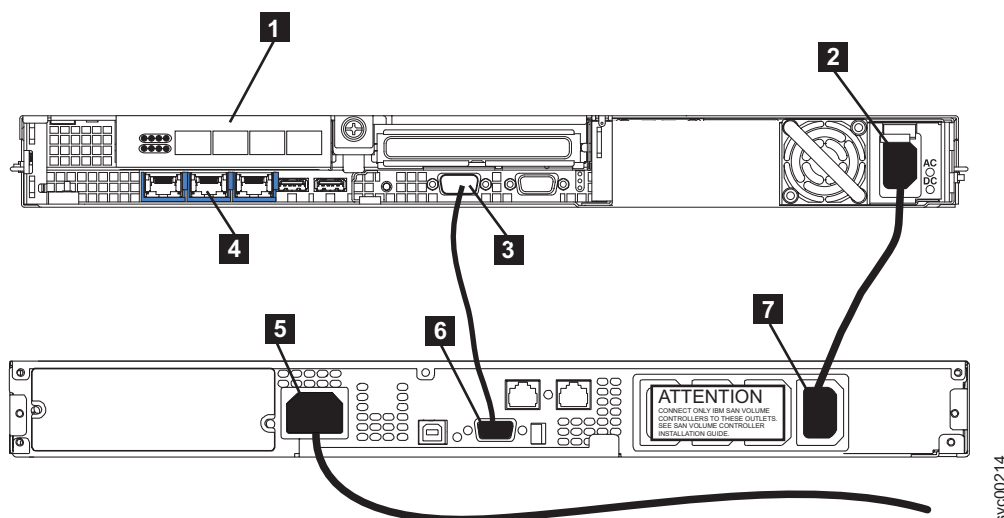

図 31. SAN ボリューム・コントローラー 2145-8G4 の電源ケーブルを 2145 UPS-1U に接続します。
1. SAN ボリューム・コントローラー 2145-8G4 の背面に、60 ページの図 31 に示される、電源コネクタ (**2**) に電源ケーブルおよびシリアル・ケーブルが結合